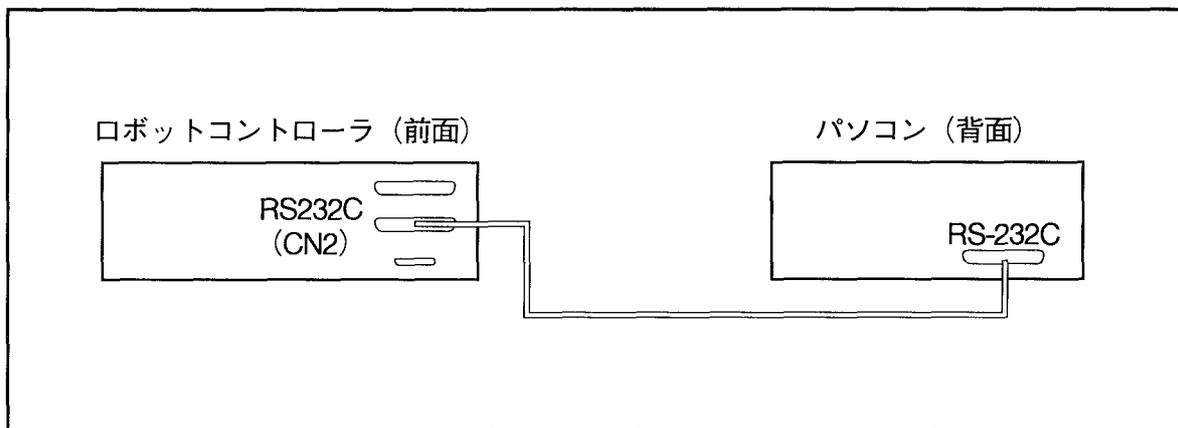

図4-10 通信ケーブルの接続
- ②図4-10に示すように通信ケーブルをコントローラの「RS232C」コネクタ（CN2）とパソコンのRS-232Cコネクタに接続してください。